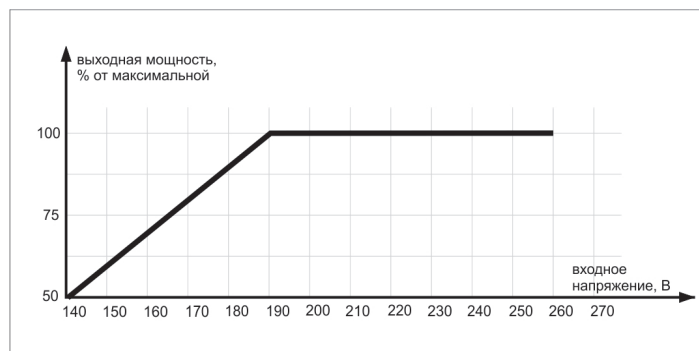

Рис. 4. График зависимости выходной мощности стабилизатора от входного напряжения.
* Расчёт мощности произведён для работы стабилизатора при входном напряжении более 190 В. Если напряжение ниже 190 В, необходимо учитывать поправку согласно рис.4.